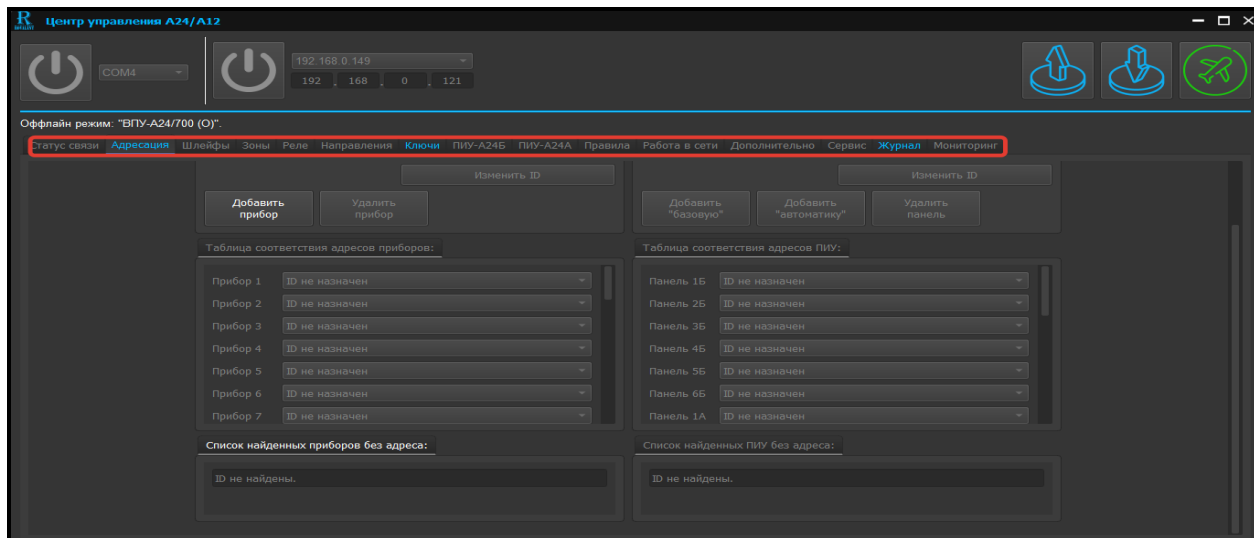

Рис. 15. Скриншот программного окна «Центр управления А24/А12» при программировании ВПУ-А24/700(О) в режиме «Off-line»
- при выборе режима программирования для ВПУ-А24/700(О) в программном окне станут доступными для редактирования следующие страницы: «Адресация», «Ключи», «Журнал» (надписи должны быть выделены синим цветом) (см. рисунок 15).